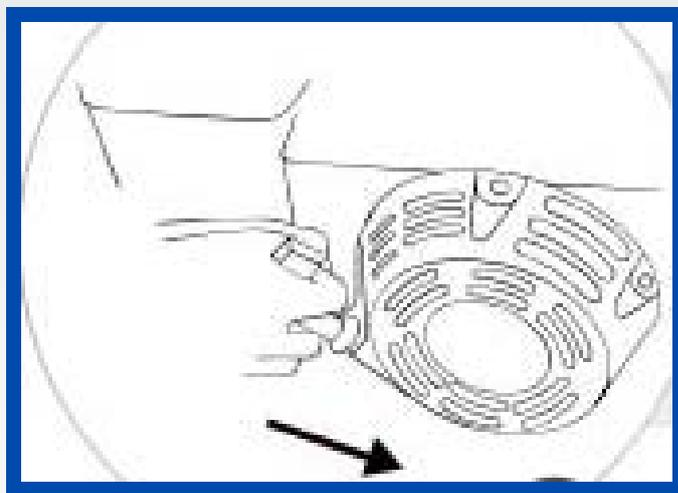

Figura 17 - Movimento final na partida de motor
3. Retorne lentamente o manípulo de partida ao seu local original (Figura 17);